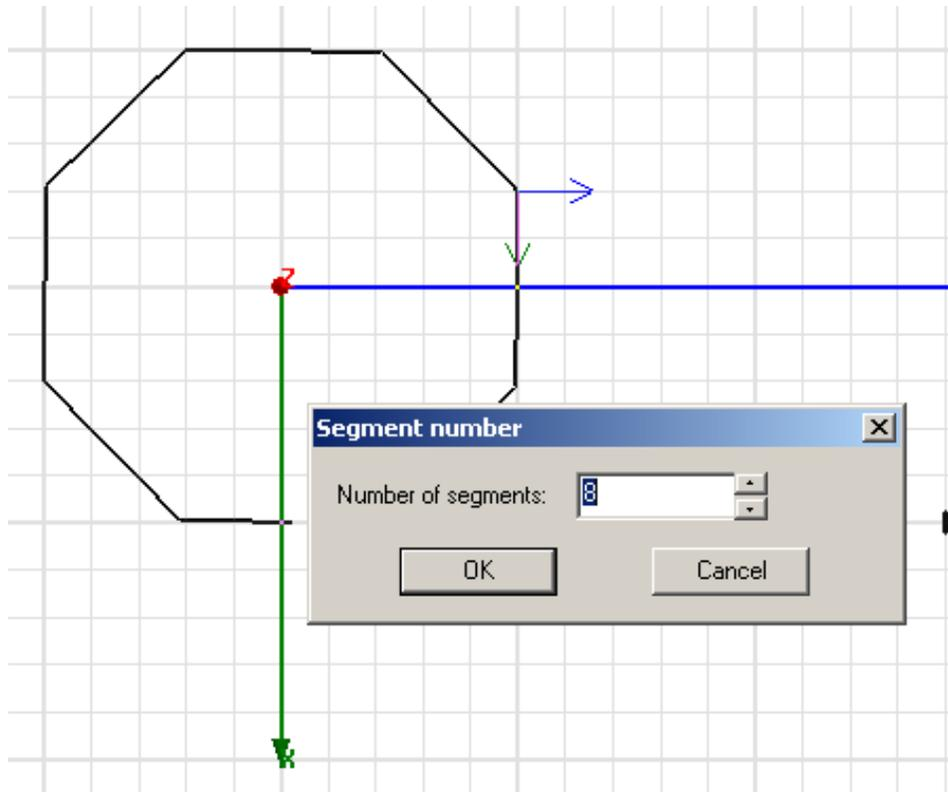

Рис. 3.10. Создание правильного восьмиугольника
4. В диалоговом окне введите число сегментов прямоугольника, а затем нажмите **OK** (рис. 3.10).